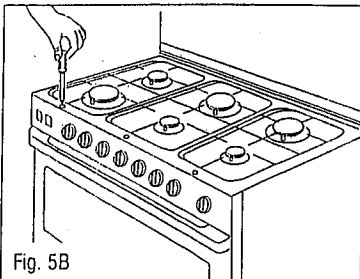

Fig. 5B
- 3- (vis apparentes sur le dessus) dévisser les trois vis de fixation (fig. 5B)